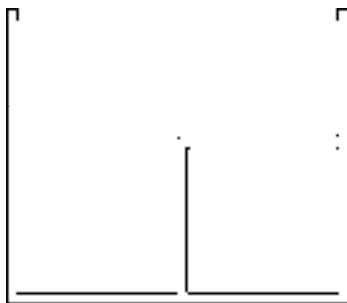

图 3-26 转换为幕墙
- 3) 按〈Enter〉键可完成幕墙转换操作, 结果如图 3-26 所示。